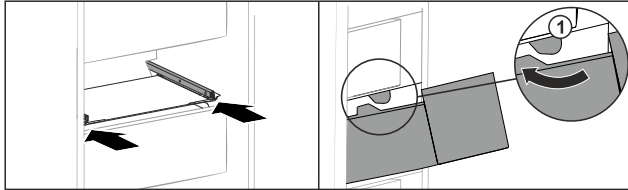

Fig. 151
- ▶ Før skuffen rundt stopperne Fig. 151 (1).